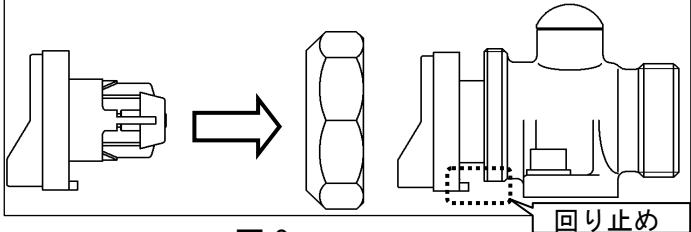

図 8
- ④ メータ受けに逆止弁をはめ、逆止胴に付ける。この時、メータ受けの回り止めと逆止胴の回り止めの位置を合わせてください。（図 8 参照）
- ⑤ 逆止弁押さえを逆止胴へ流水方向に向かって右に回し、取り付けして下さい。